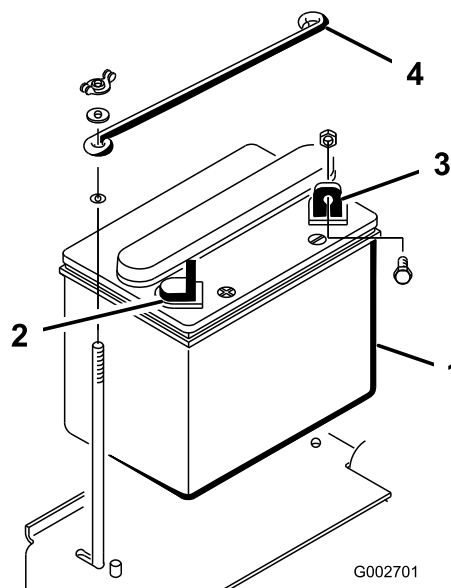

Figura 4
1. Montate la batteria, con il morsetto negativo verso la parte posteriore della macchina (Figura 4).